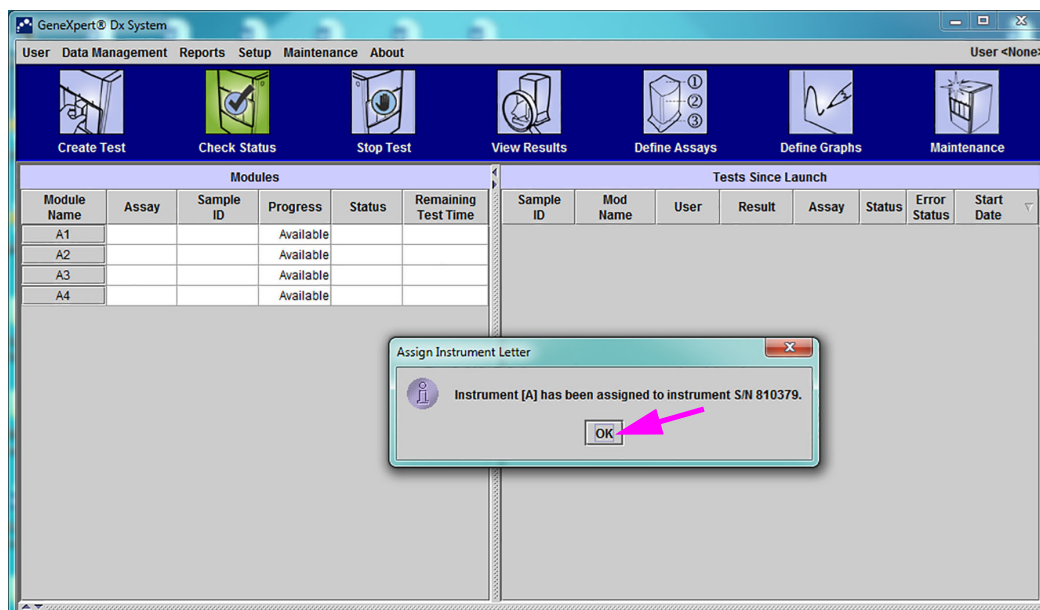

Figura 2-60. Fereastra sistemului GeneXpert Dx cu alocări ale literei instrumentului actualizate
- Faceți clic pe **OK** pentru a închide caseta de dialog Alocare literă instrumentului (Assign Instrument Letter) (consultați Figura 2-60). Numele modulului este actualizat cu noile litere ale instrumentului.